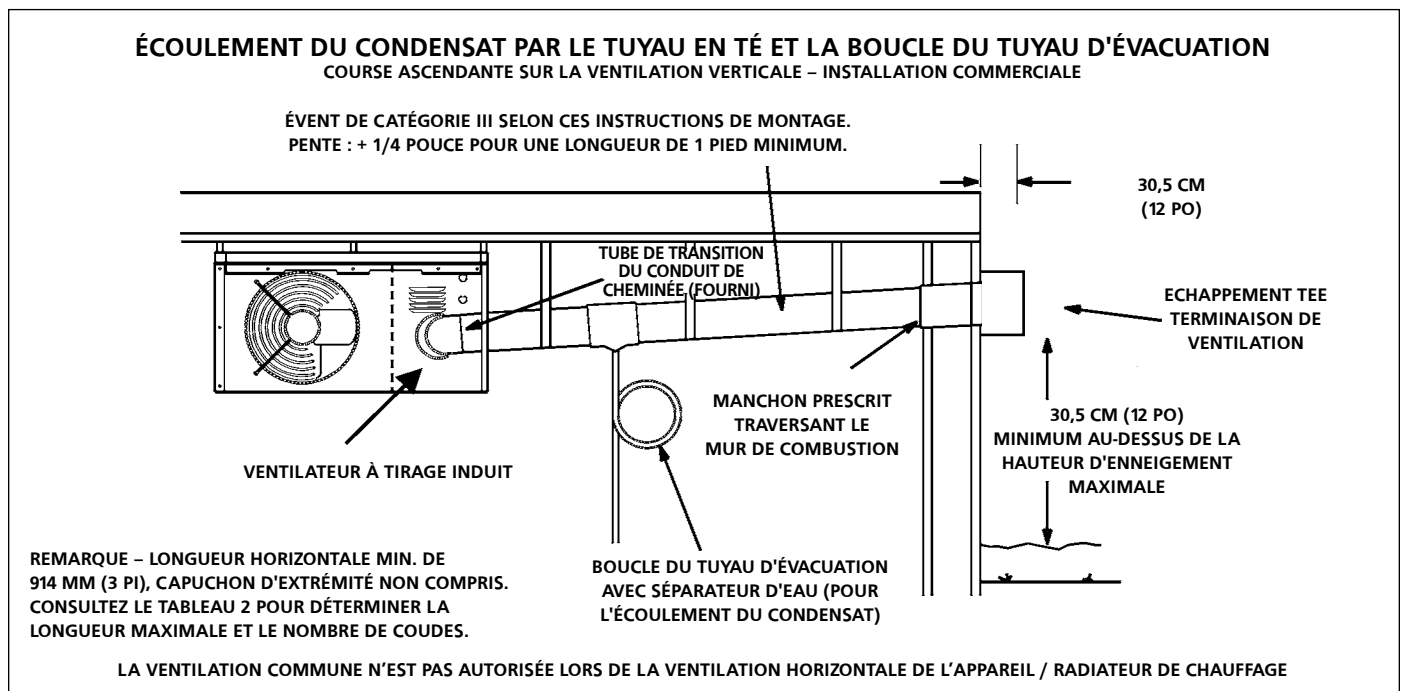

FIGURE 3
8. Lorsque la sortie est acheminée à travers un mur inflammable extérieur, il doit être soutenu en utilisant une bague de dégagement. Sceller la connexion entre la paroi unique et les tuyaux du double mur et l'espace annulaire du tuyau à double mur, conformément à l'illustration 2. Le bord intérieur de la pièce de sortie de ventilation en T doit être au moins à 12 pouces du mur extérieur, comme indiqué à la **figure 3**.
horizontale - Commerciale. Reportez-vous à la **figure 3**.